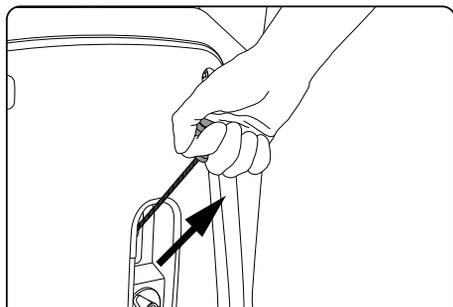

рис. 25
Медленно потяните ручку стартера (21) (рис. 25) до тех пор, пока не почувствуете сопротивления. Это «точка сжатия». Верните ручку в начальное положение и затем резко потяните. Не вытягивайте шнур на полную длину. Когда двигатель заведется, дайте ручке стартера вернуться в начальное положение, плавно, не отбрасывая рукоятку, опустите руку, позволив шнуру вновь вернуться в барабан.